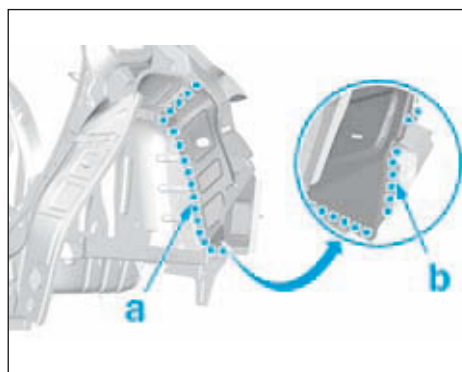

FIG.201
- Dépointer les points de soudure en (a) et (b) (Fig.201).